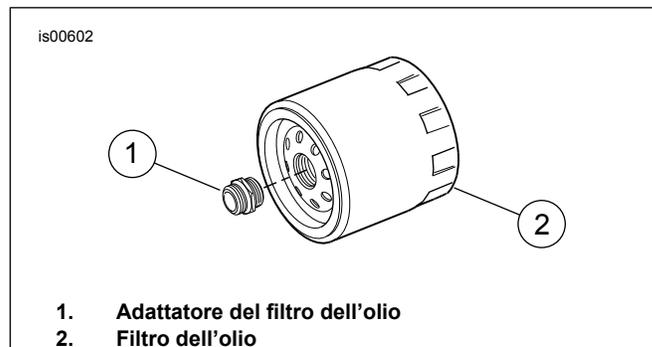

Figura 1. Filtro dell'olio e adattatore
1. Vedere Figura 1. Rimuovere dalla base il filtro dell'olio (2) e l'adattatore del filtro (1). Pulire a fondo la base del filtro dell'olio. Eliminare l'adattatore del filtro dell'olio.